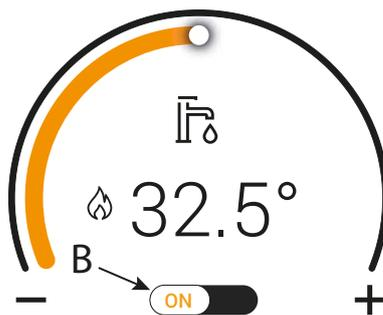
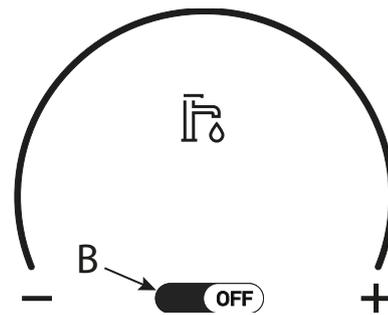

fig. 2 - Funzione Sanitario attiva
fig. 3 - Funzione Sanitario non attiva
Toccando il comando "B" (fig. 2 e fig. 3) è possibile abilitare (ON) o disabilitare (OFF) il funzionamento del sanitario. Disabilitando il sanitario si inibisce automaticamente anche la funzione del riscaldamento.